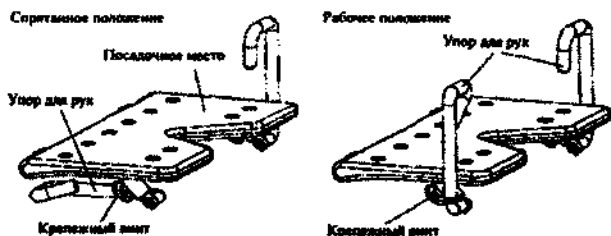

Рисунок 16
9. Спрятанное и рабочее положение упора для рук (Рисунок 16)